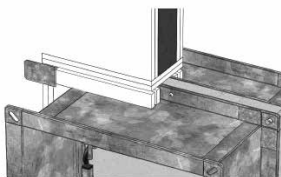

FIG.5
- 6 - Riempire l'intercapedine risultante tra parete e serranda con listelli di cartongesso appositamente dimensionati colmando gli interstizi con collante a base gesso (fig.5)